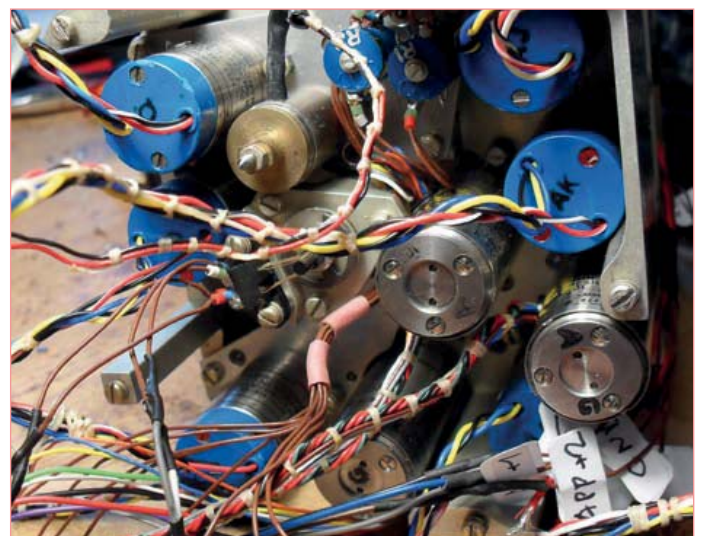

Bild 1. Ein Blick von hinten auf die Motoren und Synchros des HSI.
Der erwähnte lokale Surplus-Händler [1] war schon einmal Gegenstand eines Artikels in Elektor [2] und ist wahrscheinlich einem größeren Leserkreis bekannt. Bei dem hier untersuchten Instrument (**Bild 1**) handelt es sich um einen so genannten „Horizontal Situation Indicator“ (HSI) [3], ein Kombinationsinstrument, das die Anzeigen für das UKW-Drehfunkfeuer (VOR), den Gleitpfad (ILS) und den Kurskreisel (HI) in sich vereint.
Ein Blick von hinten auf das Innenleben (**Bild 1**) offenbart die Vielzahl der elektromechanischen Komponenten des Instruments. Dabei gibt es Teile mit einem blauen Deckel und solche mit unlackierter Metallkappe. Bei den blauen Teilen handelt es sich um Komponenten des Aerospace- und Avionik-Teile-Herstellers Muirhead [5], auf denen angegeben ist, dass drei Drähte zur Primärseite und zwei zur Sekundärseite gehören.